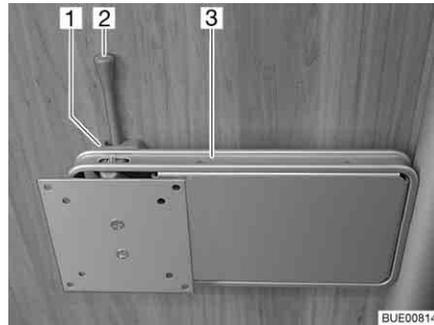

Bild 44 Halterung an Säule
- Den Entriegelungshebel (Bild 44,2) zur Seite drücken und die Halterung (Bild 44,3) mit dem Flachbildschirm in die gewünschte Position drehen.
- Flachbildschirm zurückdrehen, bis die Halterung (Bild 44,3) in die Verriegelung (Bild 44,1) einrastet.